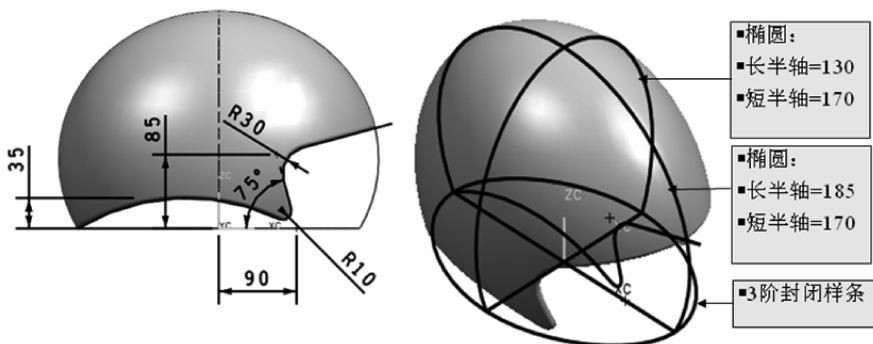

图 5-125 安全帽模型
(1) 完成如图 5-125 所示的安全帽的曲面建模: 图中两个椭圆的中心重合, 且距离底面的高度为 80, 抽壳壁厚为 6, 外表面周边倒圆为 R5。